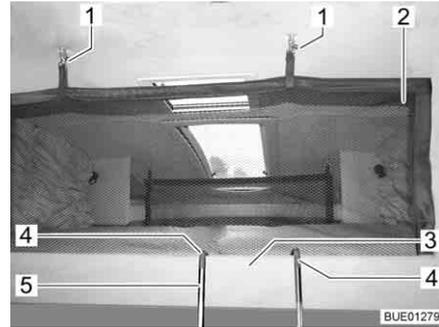
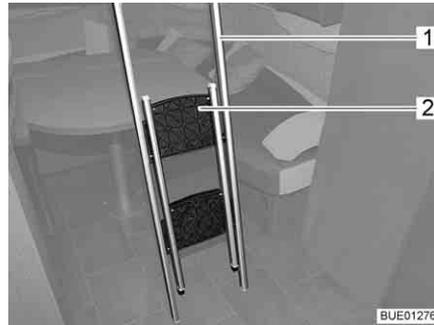
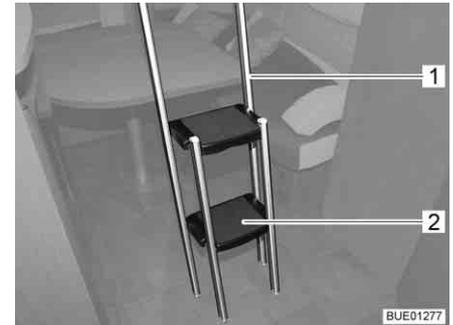

Fig. 106 Cama elevada con red de seguridad tendida
Fig. 107 Escalera de ascenso, plegada
Fig. 108 Escalera de ascenso, desplegada
Si hay una red de seguridad (Fig. 106,2), esta se encuentra junto con los cinturones de retención en la cama elevada, debajo del colchón. Tender la red de seguridad cuando las personas ya se encuentren en la cama elevada.
- Enganchar los cinturones de retención (Fig. 106,1) en los ganchos del techo.
- Enganchar la escalera de ascenso (Fig. 106,5 ó Fig. 107,1) con las dos horquillas (Fig. 106,4) en el agarradero (Fig. 106,3) de la cama elevada.
- Coger la parte plegada (Fig. 107,2) de la escalera de ascenso por el borde superior y desplegarla hasta que las cuatro patas se apoyen sobre el suelo de forma segura (Fig. 108).
- Plegar los escalones (Fig. 108,2) hacia dentro.
- Desenganchar la escalera de ascenso (Fig. 108,1) del agarradero de la cama elevada.